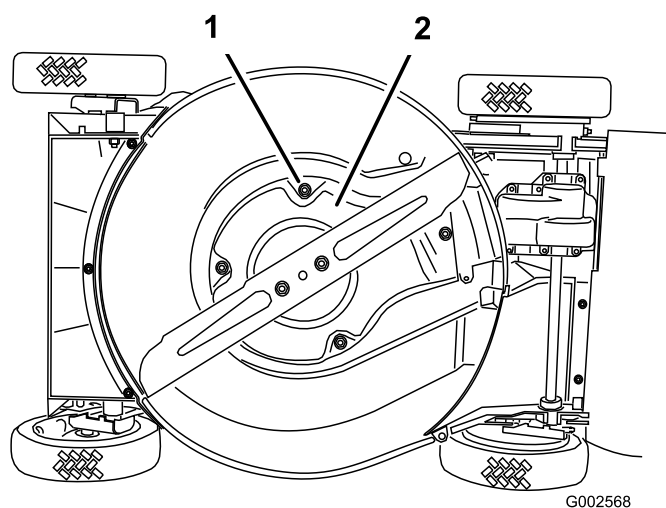

Figure 39
6. Desserrez les 4 vis de fixation de la protection (Figure 39).